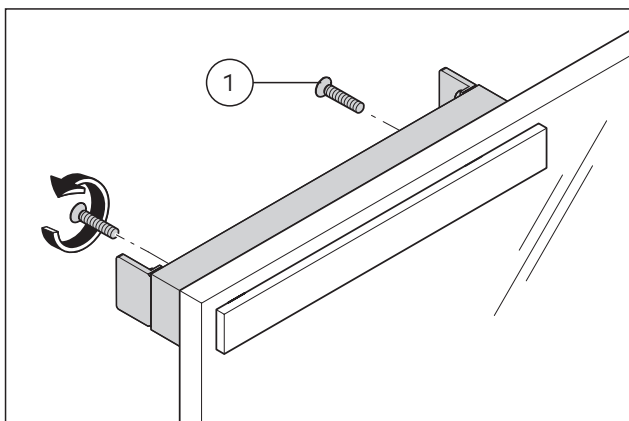

Abb. 13 Die Anschraubplatte und die Gegenplatte an der Glastür fixieren
4. Die Anschraubplatte und die Gegenplatte mit einem Drehmoment von 15 Nm an der Glastür fixieren (Abb. 13).